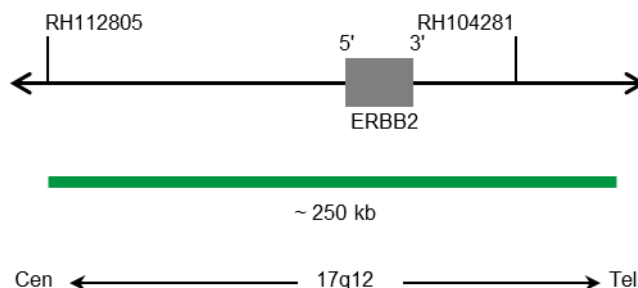

Abb. 1: SPEC ERBB2 Sondenlokalisierung (nicht maßstabsgetreu)
- Digoxigenin-markierten Polynukleotiden (~1.1 ng/μl), die gegen Sequenzen in 17q12\* (chr17:37,725,661-37,973,541) gerichtet sind, welche die ERBB2-Genregion enthalten (siehe Abb. 1).